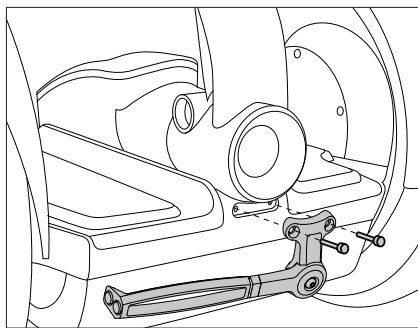

图 2. 安装停车支架
3. 对齐停车支架与前饰片上的孔。请参见图 2。
4. 将本套件随附的 2 只 14 mm 长紧固件穿过停车支架与前饰片。请参见图 2。使用 4 mm 六角扳手拧紧到 1.5 牛·米 (13 英尺·磅) 的扭矩。